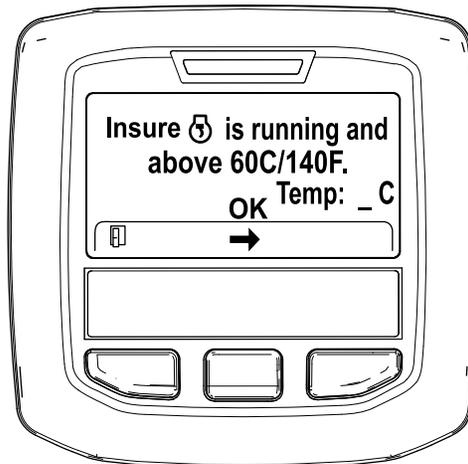

Рисунок 46
5. Если температура охлаждающей жидкости ниже 60 °C (140 °F), появится сообщение «Insure is running and above 60C/140F» («Убедитесь, что двигатель работает и температура выше 60 °C / 140 °F»). (Рисунок 46).